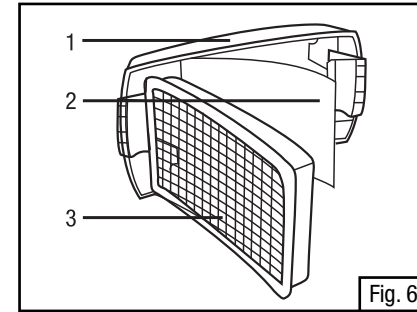

Fig. 6
3. Placer le filtre à haute efficacité et le préfiltre ou le pare-étincelles (si l'un ou l'autre est utilisé) dans le couvercle du filtre, comme l'illustre la Fig. 6. S'assurer que l'étiquette du filtre à haute efficacité peut être vue à travers la fenêtre de visualisation du couvercle du filtre. **Remarque :** Le préfiltre TR-3600 ne peut pas être utilisé conjointement avec le pare-étincelles/préfiltre TR-362 ou TR-362-SG. Consulter l'étiquette d'homologation du NIOSH de l'ensemble TR-300 pour confirmer quel produit peut être utilisé avec la configuration du système en question.